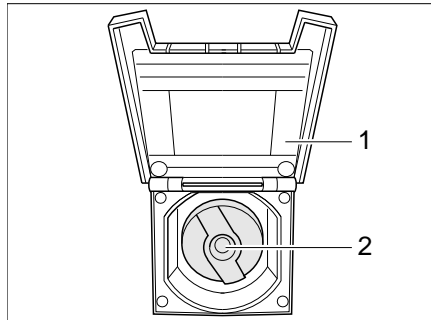

Bild 149 Verschlussdeckel für Trinkwasser-Einfüllstutzen
- Deckel (Bild 149,1) zum Trinkwasser-Einfüllstutzen öffnen.
- Schlüssel in Schließzylinder (Bild 149,2) stecken und eine viertel Umdrehung entgegen dem Uhrzeigersinn drehen.
- Trinkwasser-Einfüllstutzen (Bild 149) öffnen.